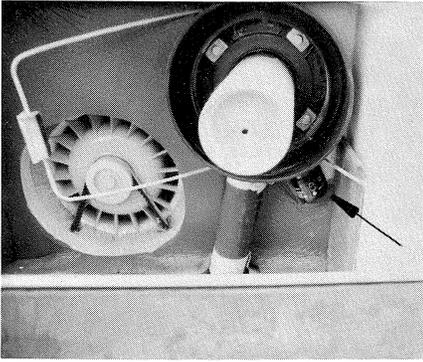

FIG. 52
- 3 - Retirer le godet à poussière fig. 51.1 et la cartouche filtrante fig. 52/2.
Avant le montage des cartouches filtrantes, examiner les joints pour rechercher d'éventuelles détériorations. Appuyer sur le bouton de commande de l'indicateur de dépression (fig.52/flèche) jusqu'à ce que le témoin rouge s'efface. Vérifier l'étanchéité de la tubulure d'air entre le filtre et le moteur, le cas échéant, remplacer cette tubulure.